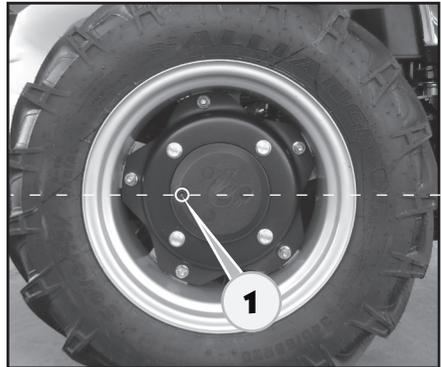

Abb. 6.25.2
4. Den Traktor so positionieren, dass sich der Stopfen (1) waagrecht zur Radachse befindet (Abb. 6.25.2).